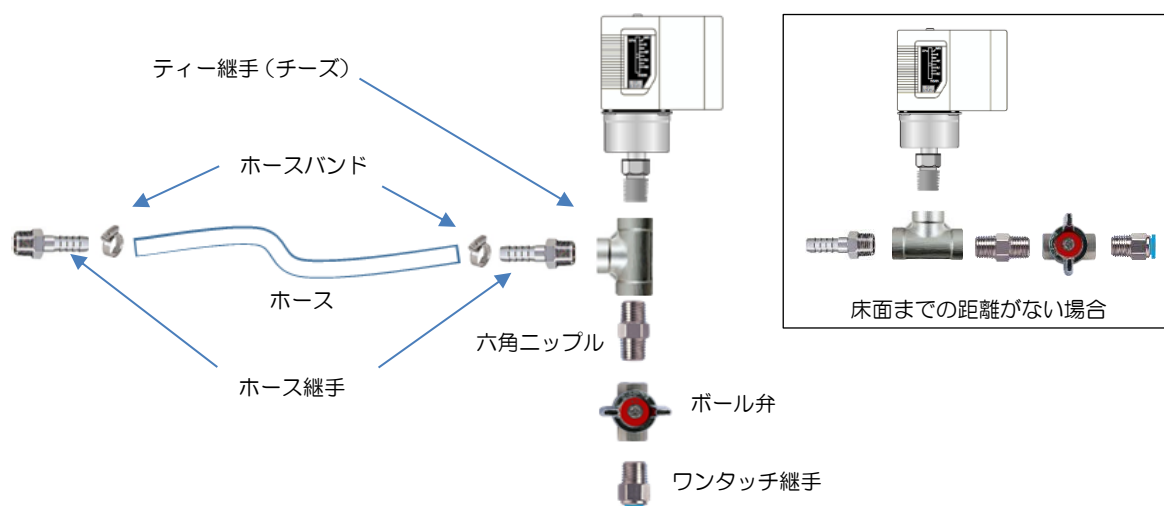

図 5-2. 脱気口と圧カスイッチ間とその周辺の接続
- ・ 各接続部は、気密が確保できるシール材を用いて接続してください（図 5-2.）。